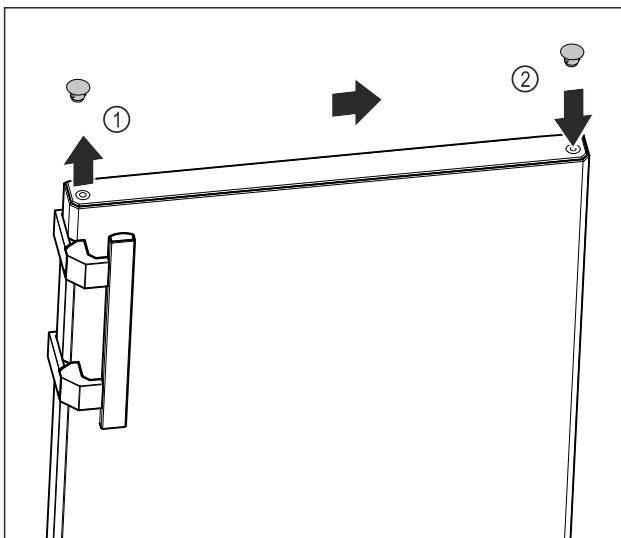

Fig. 18
- ▶ Pomocí plochého šroubováku opatrně zvedněte krycí zátku na horní straně dvířek Fig. 18 (1).
- ▶ Zasuňte krycí zátku na opačné straně. Fig. 18 (2)